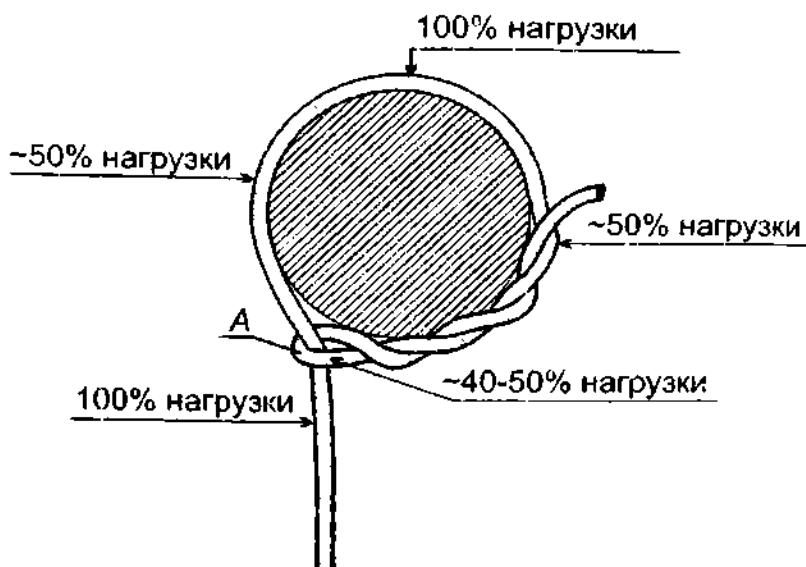

Рис. 15. Силы трения **удавки** об опору уменьшают натяжение верёвки в изгибе петли А.
**Удавка** такая же прочная, как и **беседочный узел**, но трос она ослабляет ещё в меньшей степени (рис. 15). Хоть в **удавке** и имеется очень крутой крайний изгиб А, но сила растяжения в изгибе несколько гасится силой трения, возникающей между опорой и верёвкой рабочей петли, поэтому напряжение, приходящееся на изгиб не так уж и велико – по крайней мере никак не 100%. Верёвка всем своим периметром обхватывает опору и из-за силы трения нагрузка равномерно распределяется по всему узлу.